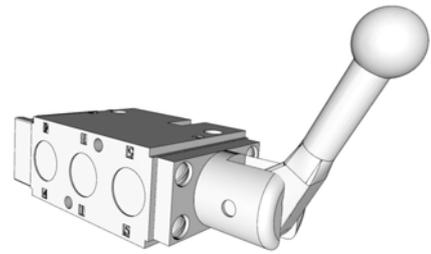

FIG. 16
- Griff gezogen: schaltet Trommel ein (FIG. 16).